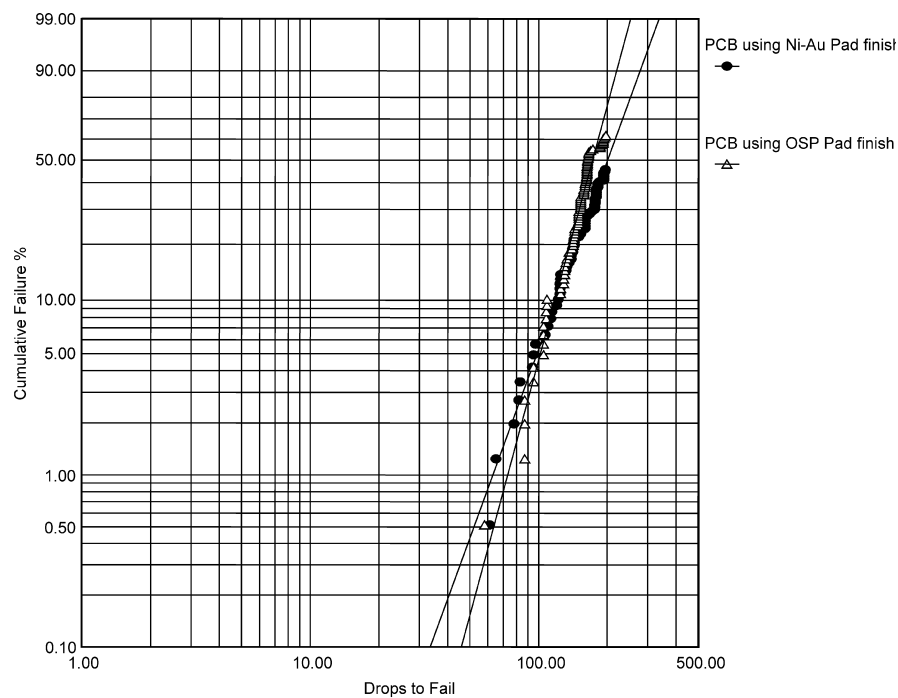

FIGURE 5. Weibull Plot for the 100 Bump micro SMDxt Showing Results of Drop Test per JESD22-B111
3. 落下試験：落下試験の結果を Figure 5 ～ 6 に示します。これは JEDEC JESD22-B111 落下試験仕様に基づいて落下試験を行った 100 バンプ部品の結果です。落下試験のセットアップ、基板レイアウト、治具、およびすべての落下要件は、JESD22-B111 仕様に基づいています。すべての落下は部品面を下にした平面落下です。ピーク減速度は 0.5ms (正弦半波パルス) で 1500g です。6 回の連続落下で、200ns にわたって抵抗値 1kΩ が 4 回以上記録された場合を不合格としています。結果のグラフから、試験対象とした PCB パッド仕上げ (OSP と ENIG) の間に大きな違いのないことがわかります。
| 2006 年 10 月 | Table 3、4、Figure 5 を差し替え。落下試験のテキストを更新。 |